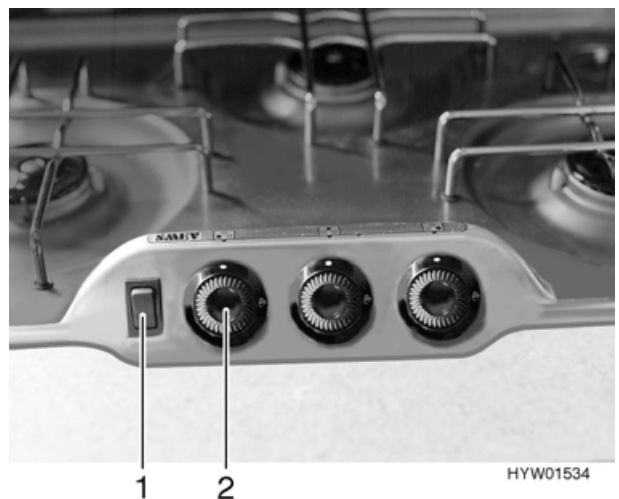

Fig. 75 Elementi di comando del fornello a gas
- Premere la manopola di regolazione (Fig. 75,2), ruotarla in posizione "Max." e tenerla premuta finché il gas non arriva al bruciatore.
- Premere l'interruttore a bilico (Fig. 75,1). Sul bruciatore vengono prodotte scintille.